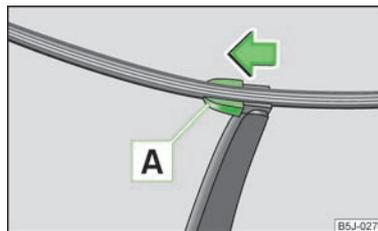

Fig. 31
- Écartez le bras d'essuie-glace de la vitre et positionnez le balai d'essuie-glace à angle droit par rapport au bras d'essuie-glace » fig. 31.
- Mettez le balai d'essuie-glace sur le bras d'essuie-glace et verrouillez la sûreté **A** » fig. 31.